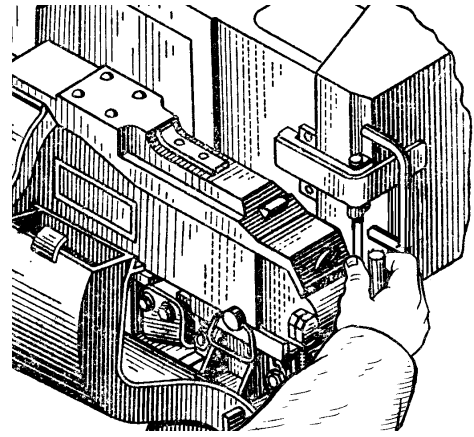
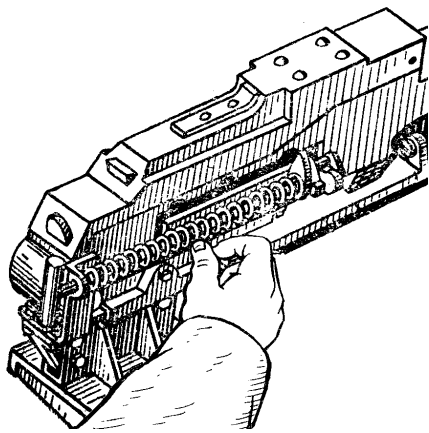

Рис. 39. Взведення кулемету ПКТ
Рис. 40. Встановлення кулемету ПКТ на запобіжник
- перевіряє роботу електроспуску кулемета ПКТ, для чого, бере правою рукою за рукоятки перезарядження (рис. 39), відводить затворну раму назад до упору, потім повертає її в переднє положення, встановлює кулемет на запобіжник (рис. 40).